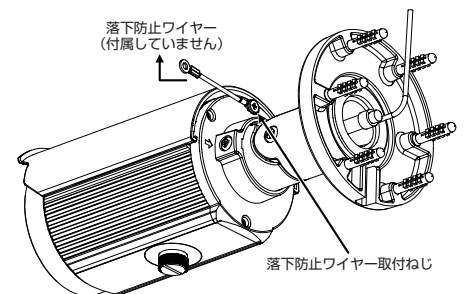

図3 落下防止ワイヤー
3. 落下防止ワイヤー(付属していません。ステンレスワイヤー推奨)は一方を壁や天井に、もう一方をカメラ本体の落下防止ワイヤー取付ねじに接続すること。(図3)